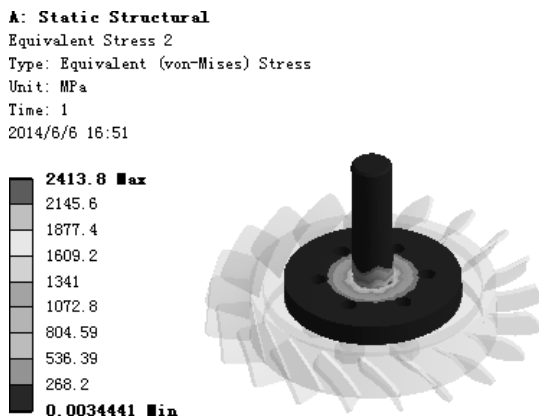

图 7.6.14 应力结果图解 (link-shaft)
(4) 查看 link-shaft 应力结果图解。在“Outline”窗口中选中  **Equivalent Stress 2**，查看图 7.6.14 所示的零件 shaft 的应力结果，其最小应力为 0.0034441MPa，最大应力为 2413.8MPa。